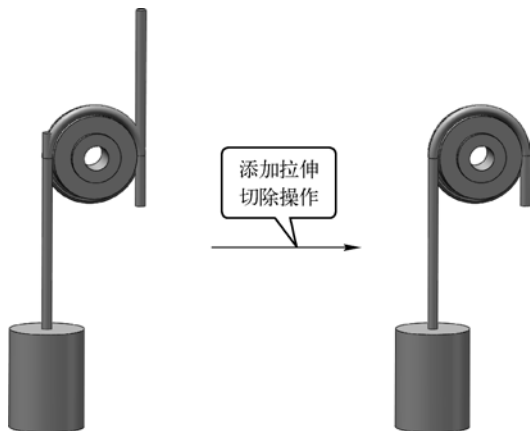

图 5-46 滑轮吊物动画操作
本实例的操作重点在于添加了两个“齿条小齿轮配合”配合，然后添加了一个装配环境下的拉伸切除操作，如图 5-46 所示，下面介绍相关操作。
STEP 1 新建“装配”文件，然后导入本书提供的多个素材文件，并进行基本的装配，效果如图 5-46 左图所示。